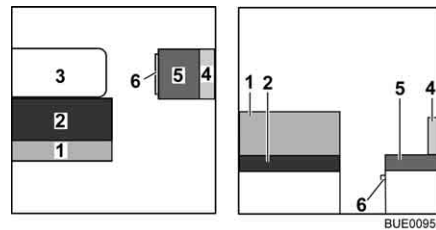

Fig. 108 Avant la transformation
- Convertir la table (Fig. 108,3) en sommier de lit (voir paragraphe 6.10).
- Placer le coussin de dossier (Fig. 108,1) de côté.